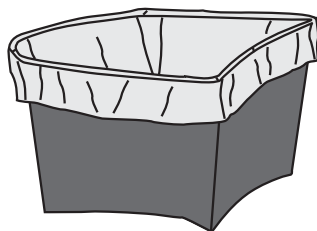

Fig. 6
-  **Conseil** (seulement pour les modèles ES500, ES500S et ES700) : Pour réduire au minimum les opérations de nettoyage, on conseille de positionner un sachet en plastique biodégradable à l'intérieur du conteneur à pulpe en repliant le bord du sachet sur et à l'extérieur du conteneur à pulpe (voir Fig. 6). En utilisant ce système, on pourra, à la fin des opérations, jeter les déchets directement dans les récipients pour les déchets biodégradables.
Conseil (seulement pour les modèles ES500, ES500S et ES700) : Pour réduire au minimum les opérations de nettoyage, on conseille de positionner un sachet en plastique biodégradable à l'intérieur du conteneur à pulpe en repliant le bord du sachet sur et à l'extérieur du conteneur à pulpe (voir Fig. 6). En utilisant ce système, on pourra, à la fin des opérations, jeter les déchets directement dans les récipients pour les déchets biodégradables.